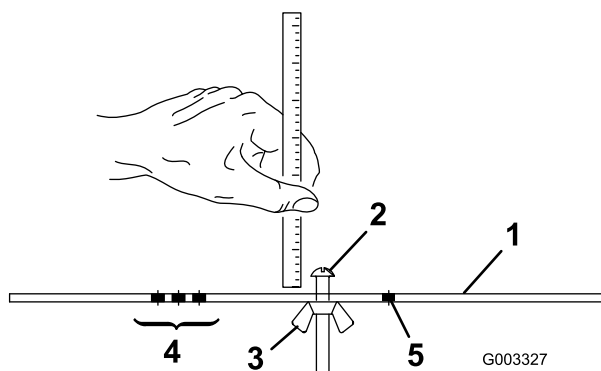

Figura 25
2. Desaperte a porca da barra indicadora (Figura 25) e regule o parafuso de ajuste para a altura de corte desejada.